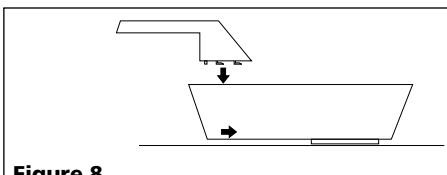

Figure 8
- Pour fixer le manche, placer le masque à main sur une surface nivelée et appuyer sur le manche jusqu'à ce qu'il soit en place. (Voir Figure 8). *Pas nécessaire pour les modèles WS0900 ou WS090001.